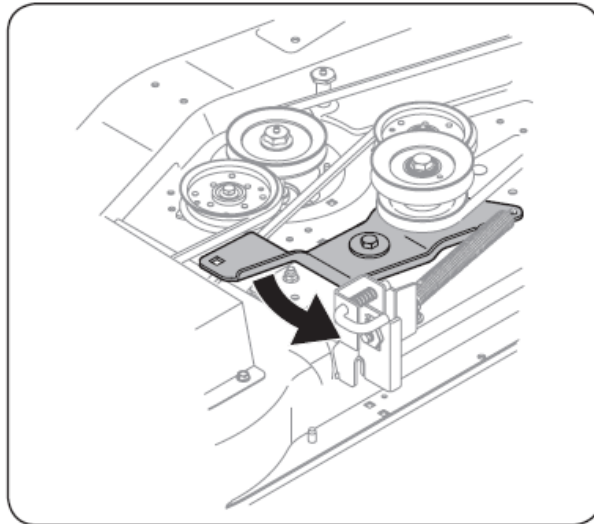

Figure 7-3
4. Faites pivoter la clé anglaise vers l'arrière pour déplacer la poulie d'entraînement du plateau vers l'avant. Consultez la Fig. 7-3.
4. Faire pivoter la clé anglaise vers l'arrière pour déplacer la poulie-guide du plateau vers l'avant. Référez-vous à la Fig. 7-3
4. Faites pivoter la clé anglaise vers l'arrière pour déplacer la poulie d'entraînement du plateau vers l'avant et diminuez la tension sur la courroie du plateau. Consultez la Fig. 7-3.